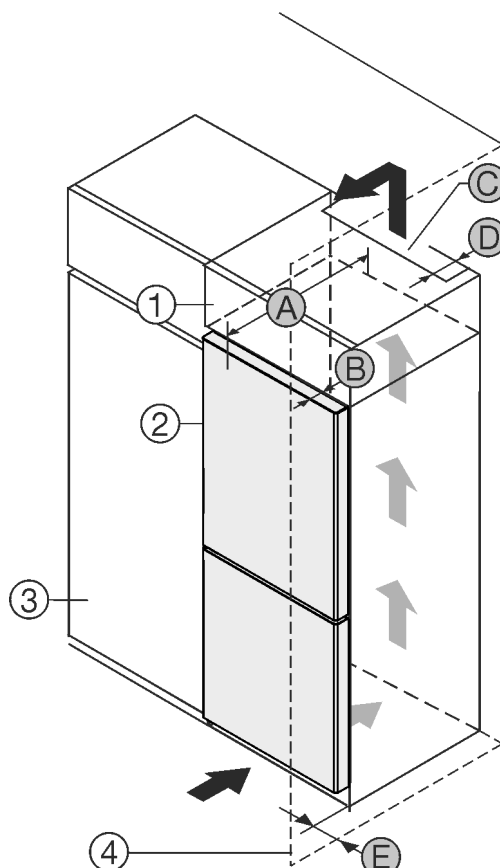

Fig. 1
Gerät direkt neben dem Küchenschrank Fig. 1 (3) aufstellen.*
An der Rückseite des Aufsatzschranks muss ein Abluftschacht mit der Tiefe Fig. 1 (D) über die gesamte Aufsatzschrankbreite vorhanden sein.
Unter der Raumdecke muss der Entlüftungsquerschnitt Fig. 1 (C) eingehalten werden.
Wenn das Gerät mit den Scharnieren neben einer Wand Fig. 1 (4) aufgestellt wird, muss der Abstand zwischen Gerät und Wand mindestens 13mm betragen.
Wenn das Gerät mit den Scharnieren neben einer Wand Fig. 1 (4) aufgestellt wird, muss der Abstand zwischen Gerät und Wand mindestens 20mm betragen.
Um die Türe vollständig öffnen zu können, muss Gerät um die Türtiefe Fig. 1 (B) gegenüber der Küchenschrankfront vorstehen. Abhängig von der Tiefe der Küchenschränke Fig. 1 (3) und Verwendung von Wandabstandshaltern kann das Gerät weiter herausragen.*